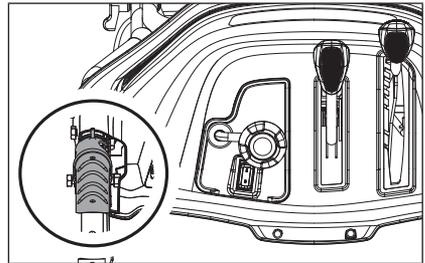

Figure 42
1. Localisez le câble de commande de la tarière, relié au levier de commande de la tarière sur le côté gauche (de l'arrière de la souffleuse à neige). (Fig. 42)